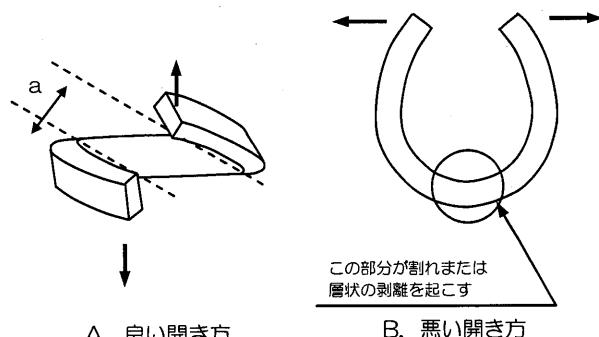

図4. パッキンの開き方
- ・リング成形したパッキンを使用する場合、図4のAのように軸方向にねじるようにして開いて下さい。Bのようく開くとパッキンが破損する場合があります。
- ・図4のAの開口部 (a) を開きすぎないようにして下さい。開きすぎるとパッキンが破損する場合があります。